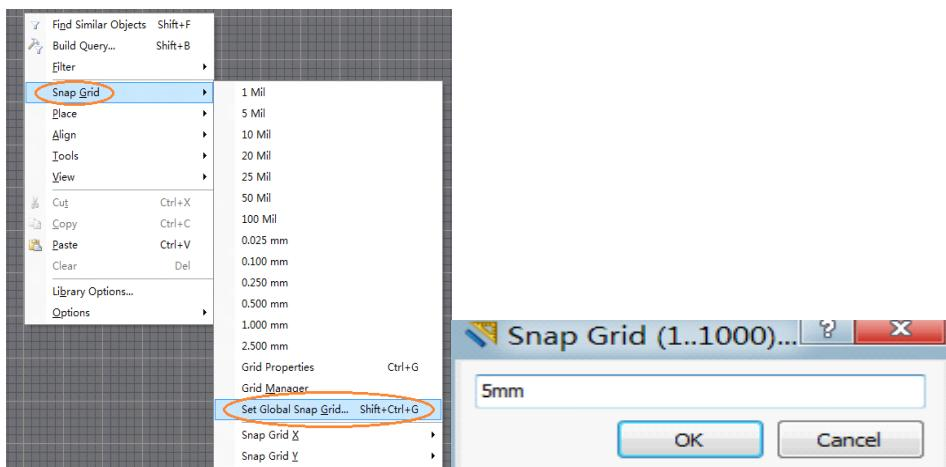

图 6-6.50 设置栅格点大小
**Step3:** 设置栅格点，首先将栅格设置成 5mm，垂直放置两个焊盘，其中 1 号焊盘放置于 (0,0)，2 号焊盘 (0, -5)。再将栅格设置成 6mm，垂直放置两个焊盘 3 号焊盘 (6,0)，4 号焊盘 (6, -5)。设置栅格：单击鼠标右键，在弹出的对话框中选择 Snap Grid。在弹出的对话框中输入 5mm，如图 6-6.50 所示。